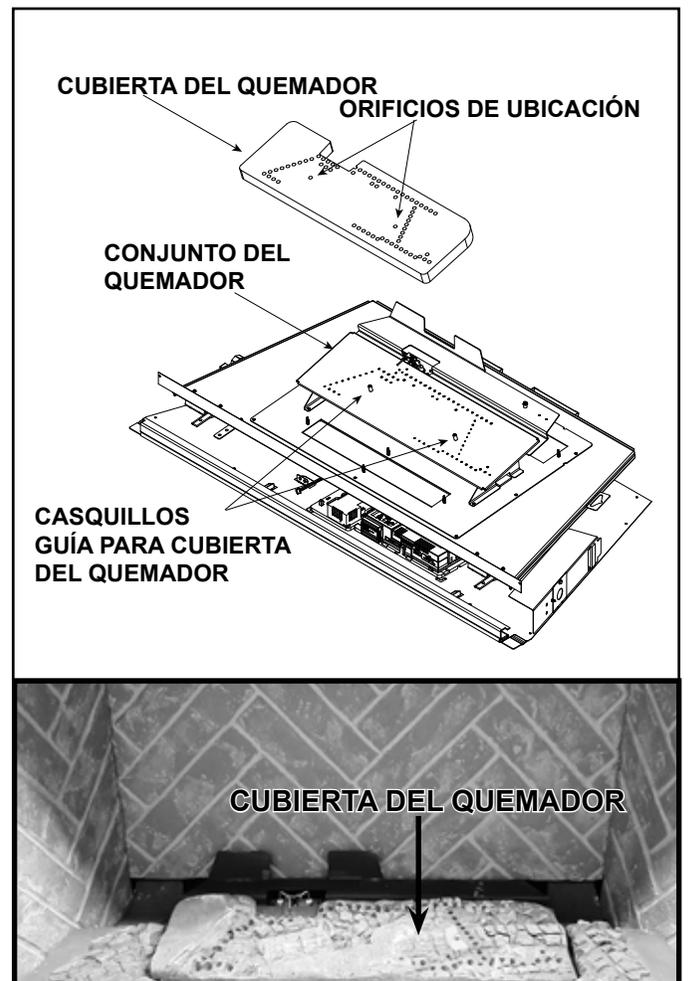

Figura 11.2 Cubierta del quemador instalada
- Para instalar la cubierta del quemador, alinee los orificios de ubicación con los casquillos guía. Instale la parte superior del quemador de fibra de manera que haga contacto pleno con el conjunto del quemador subyacente. Consulte la Figura 11.2.